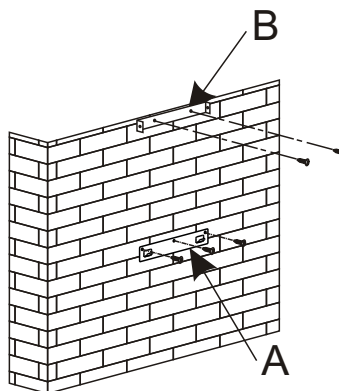

Fig. 1
(fig. 1)
- Percez les 3 trous de 8mm à l'emplacement adéquat et insérez les chevilles (pièce A fig. 1).
- Fixez le support de fixation de la hotte en veillant à ce qu'il soit parfaitement de niveau (pièce A fig. 1).
- Calculez la hauteur finale pour fixer l'étrier en U de support de la cheminée (pièce B fig. 1).
- Percez les 2 trous de 8mm et fixez l'étrier de support de la cheminée en faisant attention qu'il soit bien dans l'axe de la hotte (pièce B fig. 1).
- Calculez la hauteur finale pour fixer l'étrier de support de la cheminée (pièce B fig. 1).